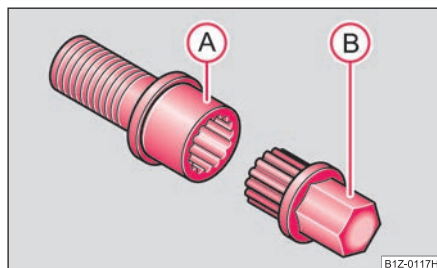

Fig. 229 Tornillo de seguridad para ruedas con adaptador
- Introducir el adaptador (B) con su lado dentado hasta el tope de tal modo en el dentado interior del tornillo de seguridad para ruedas (A), que ya sólo sobresalga el hexágono exterior ⇒ fig. 229.
- Calar la llave de rueda hasta el tope en el adaptador (B).